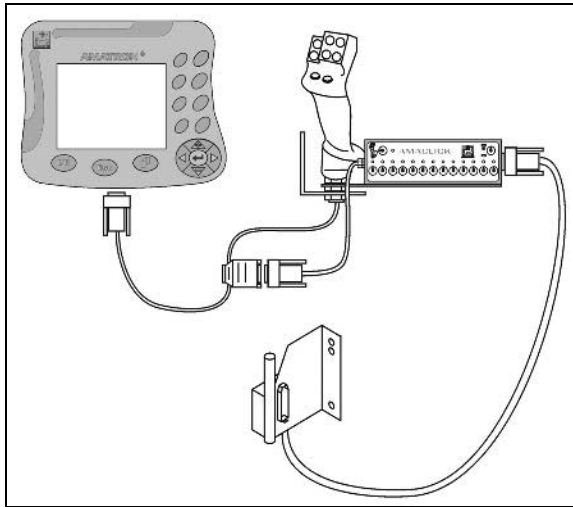

Fig. 104
- mit Multifunktionsgriff entsprechend Fig. 104.